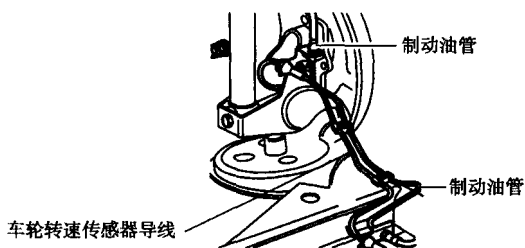
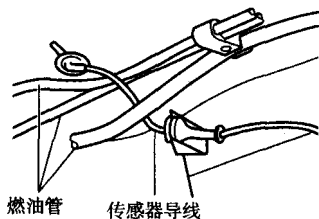

图 2-9 布置车轮转速传感器导线
图 2-10 车轮转速传感器导线与燃油管位置
③ 将车轮转速传感器夹箍装上。
④ 布置车轮转速传感器导线。布置时要注意:将车轮转速传感器导线布置在制动油管旁,如图 2-9 所示;在左侧必须保证排气管隔热罩与车轮转速传感器导线有 2cm 的距离;在右侧,车轮转速传感器导线必须布置在燃油管之间,如图 2-10 所示。